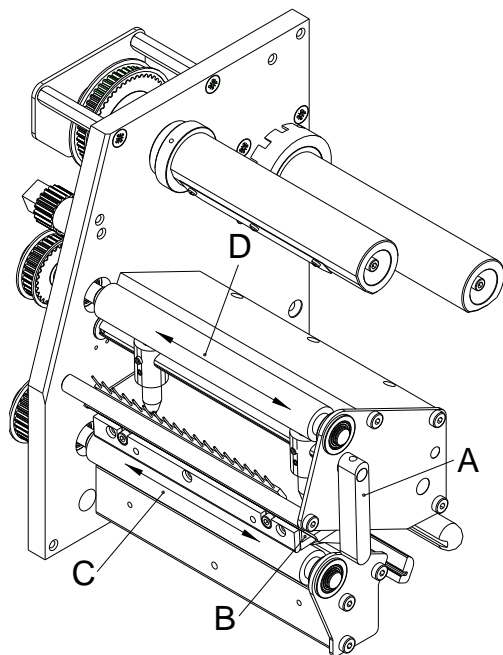

Figura 13
2. Ruotare la leva rossa (A, in Figura 13) in senso antiorario per sollevare la testina di stampa.
7. Para cerrar el cabezal de impresión, gire la palanca (A, in Figura 13) en el sentido de las agujas del reloj, hasta que encaje.
4. Pulire la fotocellula (A) con uno spray a gas compresso. È assolutamente necessario attenersi alle istruzioni riportate sulla confezione.
5. La fotocellula (A) può essere pulita anche con l'apposito foglio per pulitura (B) inumidito in alcol puro. In questo caso, fare passare il foglio per pulitura avanti e indietro (vedi illustrazione).